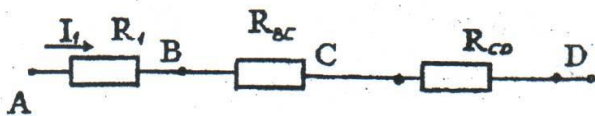

Рисунок 9 - Электрическая схема
Схема принимает вид, приведенный на рис. 9.
7. Переходя от схемы к схеме в обратном порядке, найдем остальные токи. Так как схема, изображенная на рис. 9, представляет последовательное соединение участков АВ, ВС, СД, то на основании первого свойства этого вида соединения следует, что  $I = I_{AB} = I_{BC} = I_{CD} = 5 \text{ А}$ ; ( $I_1 = I_{AB} = 5 \text{ А}$ )